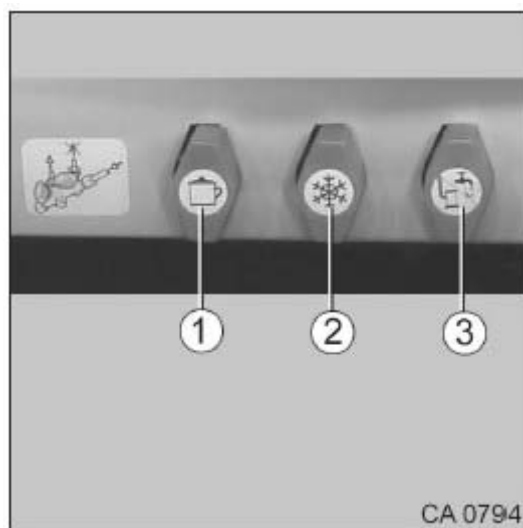

Fig. 125 Bouteilles à gaz
2. Fermer la vanne de sectionnement principale (Fig. 125/1) sur la bouteille à gaz (respecter le sens des flèches).
3. Desserrer l'écrou moleté (Fig. 125/2) (filet à gauche).
7. Placer le flexible à gaz sur la bouteille de gaz et serrer à fond l'écrou moleté (Fig. 125/2) à la main (filet à gauche).